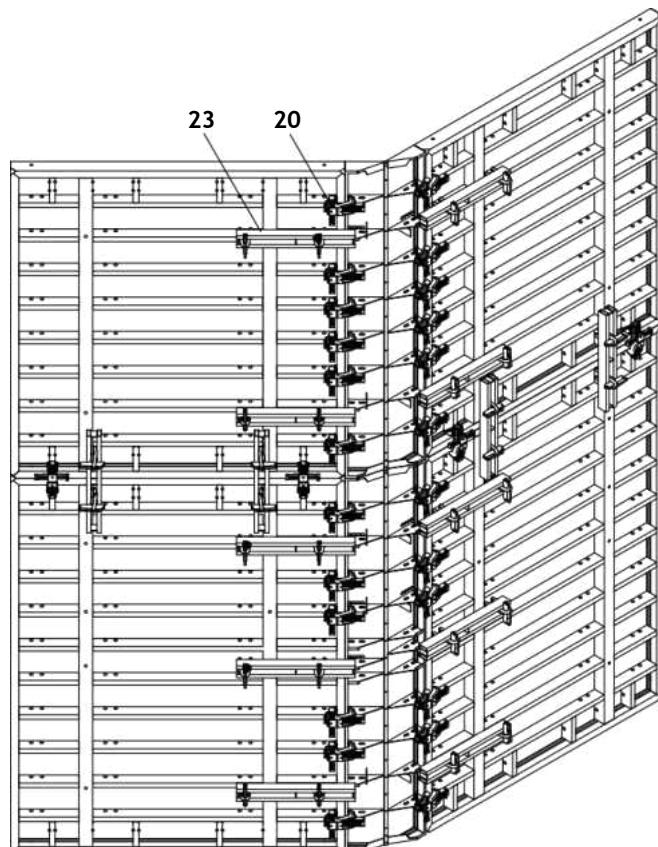

Fig. B1.06
Вързка между елементите от всяка страна - 6 x направл. скоби BFD (20) и 2 x изравняващи ригели TAR 85 (23). (Fig. B1.06)